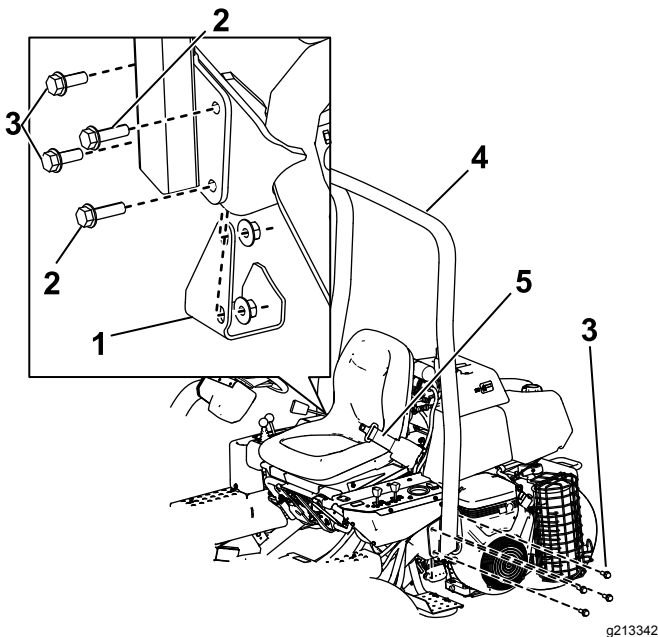

Figura 6
2. Baixe a barra de segurança (Figura 6) para os suportes de montagem, alinhando os furos de montagem.
3. Prenda o lado esquerdo da barra de segurança ao suporte de montagem com quatro parafusos (½ pol. x 1½ pol.) e porcas de bloqueio Figura 6.
ao suporte de montagem com dois parafusos (½ pol. x 1½ pol.), dois parafusos (½ pol. x 1¼ pol.) e porcas de bloqueio como se mostra na Figura 6.